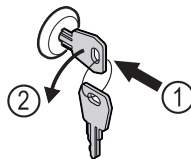

Fig. 182
- ▶ Uvucite ključ. Fig. 182 (1)
- ▶ Okrenite ključ za 90° nalijevo. Fig. 182 (2)